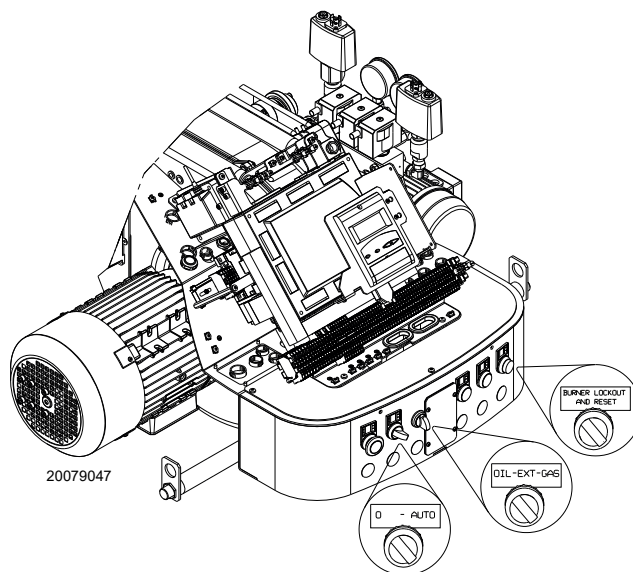

Fig. 29
Așezați comutatorul selector „OIL-EXT-GAS” în Fig. 29 la pag. 34 poziția „OIL” pentru a selecta motorina.
Închideți termostatele/presostatele și puneți comutatorul Fig. 29 la pag. 34 în poziția „AUTO”.
- așezați Fig. 29 în poziția „0” și așteptați ca controlul flăcării să se oprească;
Închideți telecomenzile și rotiți comutatorul selector (Fig. 29 la pag. 34) în poziția „ON”.
Puneți selectorul (Fig. 29 la pag. 34) în poziția „GAZ” pentru a selecta combustibilul gazos.
- 1 cu comutatorul selector (Fig. 29 la pag. 34);
Plasarea selectorului (Fig. 29 la pag. 34) pe poziția „EXT” activează funcția de selectare la distanță a combustibilului. În această poziție, dacă nu există deja un selector la distanță, afișajul indică combustibilul prioritar.